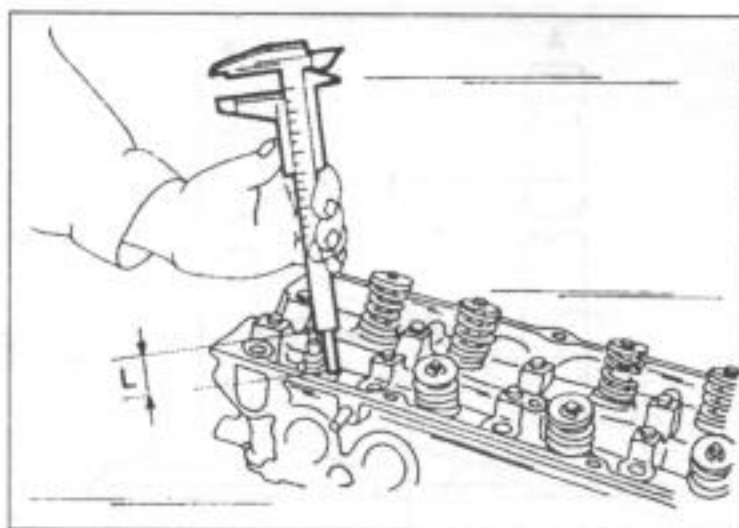

Рис. 50.
• У стандартного бензинового двигателя клапаны по очереди вставлять в направляющие втулки и, как показано на рис. 50, замерять размер "L". У стандартного двигателя с 8 клапанами размер должен составлять 46,5 мм; если двигатель имеет 12 клапанов, он должен быть 50,2 мм. В зависимости от полученных величин могут осуществляться мероприятия:
У ДОНС-двигателя измерение осуществляется показанным на рис. 50 способом и в зависимости от полученных результатов: